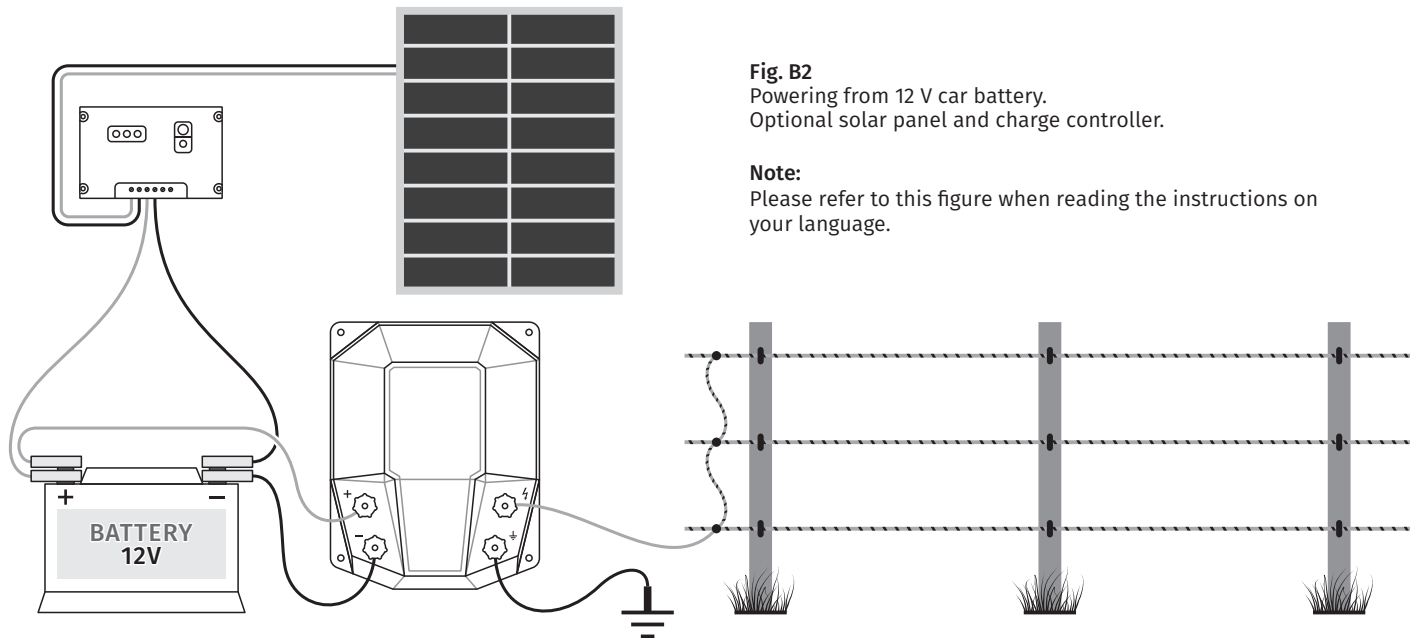

Fig. B2
2. Powering from a 12 V car battery (fig. B2)
3. Powering from a 12 V car battery + solar panel (fig. B2)
2. Versorgung durch eine 12 V Autobatterie (Abb. B2)
3. Versorgung durch eine 12 V Autobatterie + Solaranlage (Abb. B2)